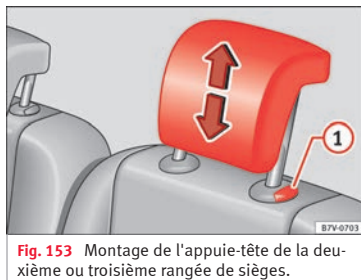

Fig. 153 Montage de l'appuie-tête de la deuxième ou troisième rangée de sièges.
- Retirez l'appuie-tête » fig. 153  en appuyant sur le bouton.